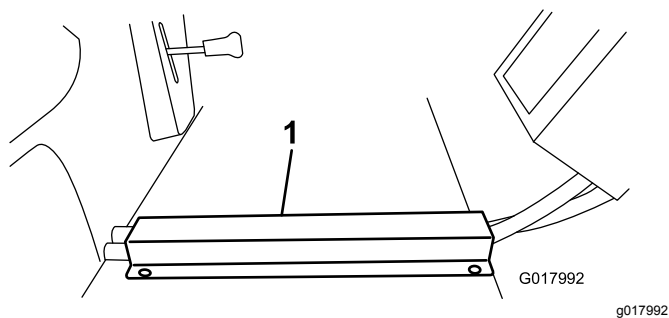

Figura 29
3. Coloque la canalización sobre las mangueras del panel de suelo, alineando el borde delantero con el borde delantero del panel de suelo. Marque y perfore taladros en el panel de suelo e introduzca los tornillos autorroscantes (Figura 29).